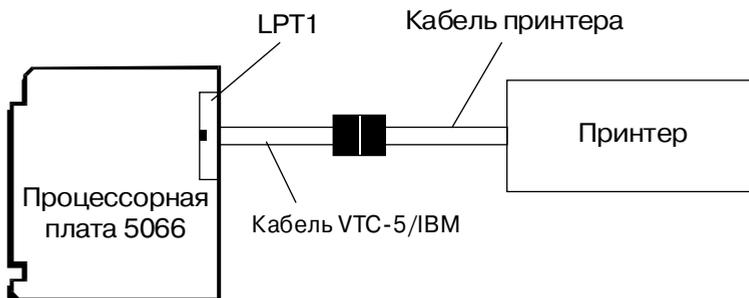

Рис. 8-1. Подключение принтера к LPT1
2. Присоедините 26-контактную розетку кабеля VTC-5/IBM, поставляемого Octagon, к вилке J4 модуля 5066. Присоедините 25-контактную розетку кабеля VTC-5/IBM к 25-контактной вилке кабеля, входящего в комплект поставки принтера. (см. рис. 8-1).